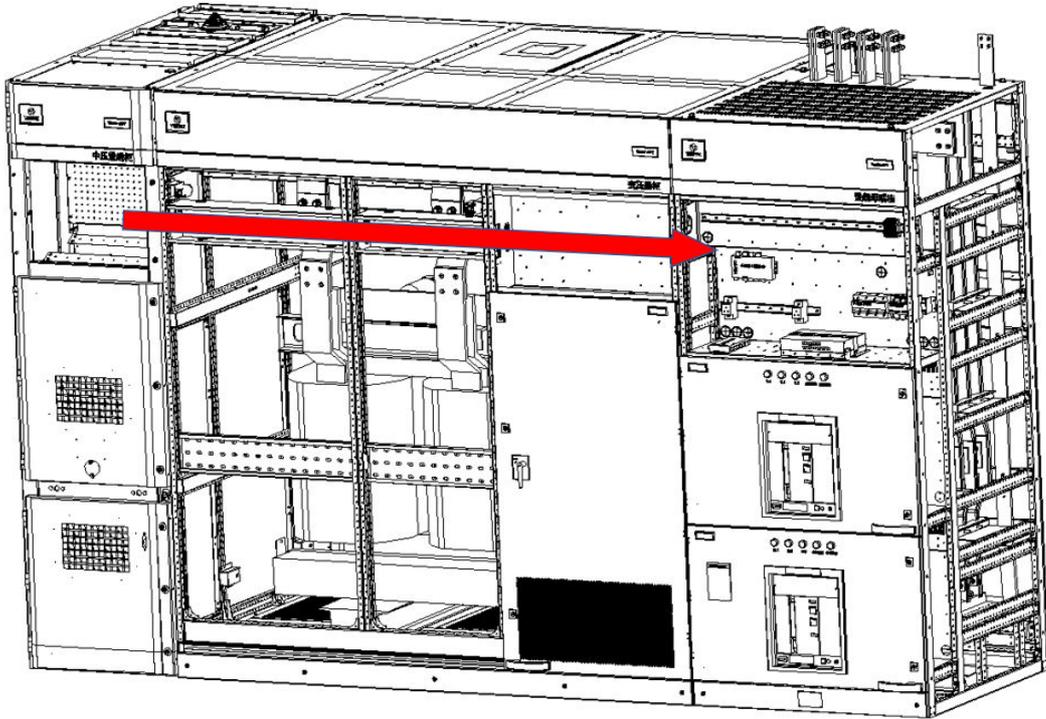

图4-2 中压进线柜、变压器柜到低压进线母联柜二次线敷设路径示意图
布线路径从中压进线柜至变压器柜，路径参见图 4-2 所示。
各选件柜内的交换机级需要串联起来，并在首台与最后一台间连接形成环形网络，设备、交换机、PTM 三者的网络拓扑结构如图 4-2 所示。
PTM 有两个 10/100M 自适应的以太网口 Ethernet(1) 和 Ethernet(2)，其中 Ethernet(1)连接至 APT2.0 预制式供配电模组内配置的交换机以获取本地数据，Ethernet(2) 用于 PTM 向后台监控输出数据，支持 SNMP 协议，接口位置如图 4-2 所示。
中压进线柜配置有微机综合保护装置和智能操控显示装置，微机综合保护装置提供以太网接口，柜内预留网线，需现场安装时引至进线母联柜/进线柜交换机相应端口。智能操控显示装置提供 RS-485 通讯端口，RS-485 通讯屏蔽线柜内已预留，需现场安装时引至进线母联柜/进线柜网络串口服务器。具体接口信息请查阅随机器提供的电气原理图，布线路径从中压进线柜至变压器柜，路径参见图 4-2 所示。
变压器柜配置有干式变压器温度控制器，温度控制器提供 RS-485 通讯端口，RS-485 通讯屏蔽线柜内已预留，需现场安装时引至进线母联柜/进线柜网络串口服务器。具体接口信息请查阅随机器提供的电气原理图，布线路径从中压进线柜至变压器柜，路径参见图 4-2 所示。